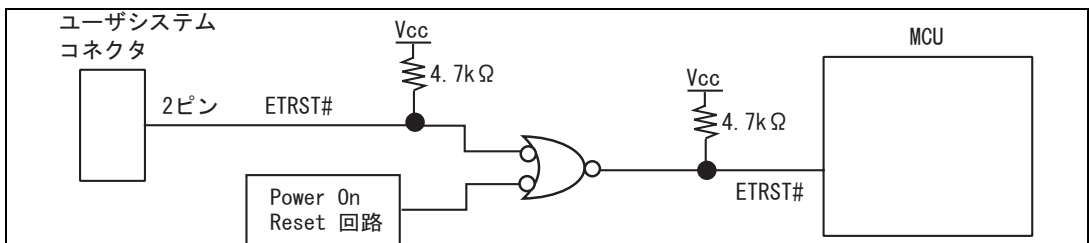

図 1.7 ETRST#端子の接続
4. H8S/2117F、H8S/2117RF のETRST#端子は、図 1.7 に示すように Power On Reset 回路の信号が入るようにしてください。E10A-USB 未接続で電源投入時に H8S/2117F、H8S/2117RF が初期化されないことがあります。また、Power On Reset 回路以外のリセット信号は入らないようにしてください。E10A-USB 接続中に入ると、E10A-USB が動作不能になることがあります。